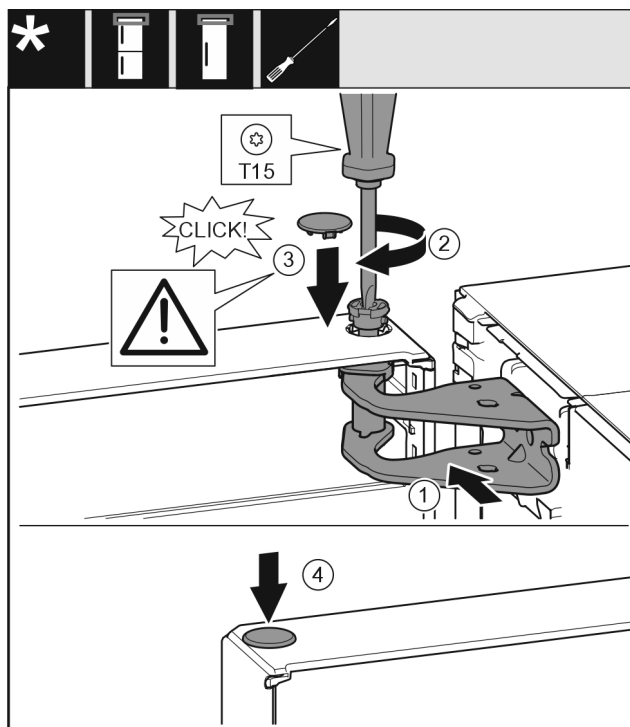

Fig. 45
- ▶ 将冰箱门的上方对准托架 Fig. 45 (1) 中的开口。
- ▶ 放入螺栓 Fig. 45 (2) 并用螺丝刀拧紧。
- ▶ 装入盖板 Fig. 45 (3)。
- ▶ 检查盖板 Fig. 45 (3) 是否紧贴在冰箱门上。
- ▶ 装入盖板 Fig. 45 (4)。